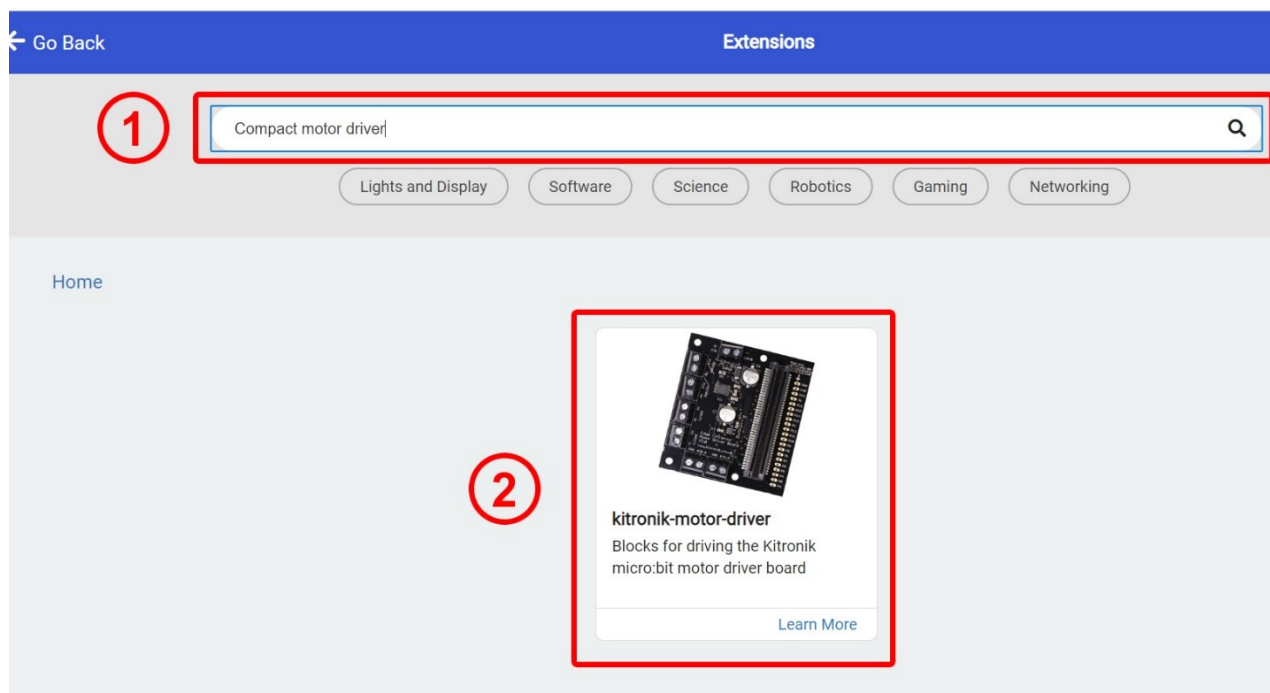

Figura 1: Encontrar a extensão para o driver de motor Kitronik Compact
Abrir o ambiente Makecode (<https://makecode.microbit.org/>) e criar um Novo Projeto. Para programar o Kitronik Compact Motor Driver é necessário adicionar a extensão correspondente. Para isso, clique no menu Extensões (+). Na barra de pesquisa (Figura 1, 1) escreva "Compact motor driver" e prima enter. Aparecerá a extensão correspondente (2). Clique nela para adicionar os blocos de programação correspondentes ao projeto.